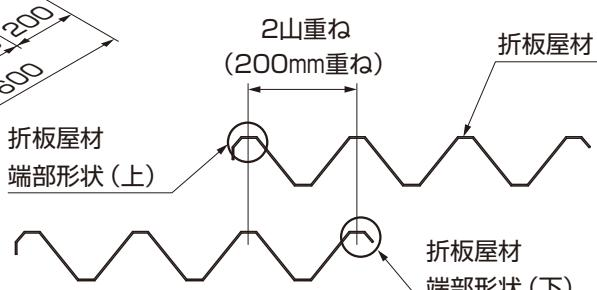

図16-6 折板屋根材の上下
- 標準L54、L60の場合、正面から2枚目は2山(200mm)重ね合わせてください。(図16-6参照)
- 折板屋根材の端部形状には上下がありますので、図16-6にしたがって重ねあわせてください。
(2) 折板屋根材取付け